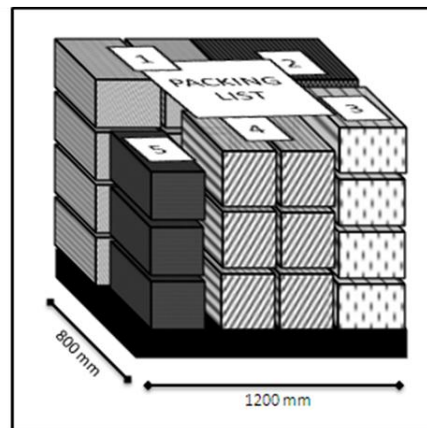

Figura 18 – Colocação de etiquetas numeradas para cada conjunto de artigo/lote/validade + Packing List com EAN 128
- b) Cada conjunto (1 ou mais colunas) de caixas do mesmo produto/lote/validade, tem de ser identificada com uma etiqueta numerada, que faz corresponder à informação a apresentar em Packing List.(Figura 18) - Consultar especificações no Anexo IV.